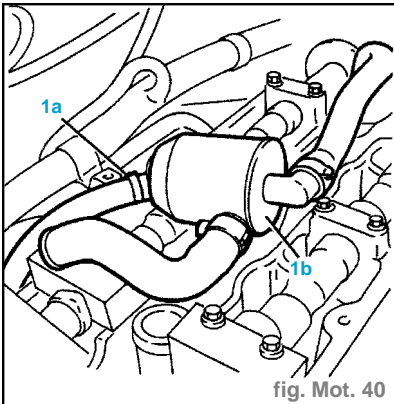

fig. Mot. 40
- Dévisser les écrous de fixation du tuyau d'échappement de sortie du collecteur d'échappement, du convertisseur catalytique (3).
- Déposer le tuyau d'échappement de sortie du collecteur d'échappement avant (5).
- Déposer le tube de récupération de l'huile condensée (1a) et déposer le séparateur des vapeurs d'huile (1b), conduits compris (fig. Mot. 40).